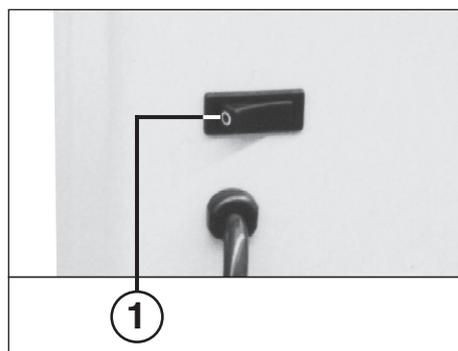
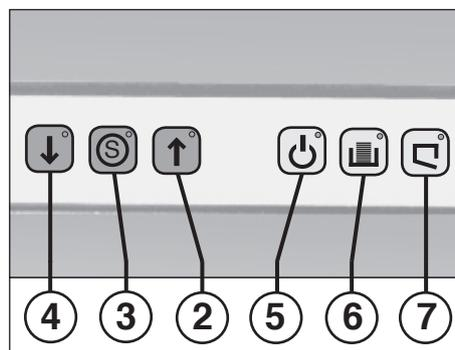

Fig. 1
Fig. 2
## 1 = Vippekontakt „driftsklar“ (fig. 1)
## 2 = Tast „frem“ (fig. 2)
## 3 = Stoptast „S“ (fig. 2)
## 4 = Tast „tilbage“ (fig. 2)
## 5 = Kontrolindikator „driftsklar“ (fig. 2)
## 6 = Kontrolindikator „beholder fyldt“ (fig. 2)
## 7 = Kontrolindikator „dør åben“ (fig. 2)
Maskinen tændes på vippekontakten (1) (fig. 1). Når kontrolindikatoren ”driftsklar” (5) og den røde stoptast ”S” (3) (fig. 2) tænder, er maskinen klar til brug.
Hvis papirbeholderen er fyldt, kobler maskinen fra, og der høres en signaltone. Kontrolindikator (6) (fig. 2) tænder. Papirbeholderen tømmes på følgende måde:
- Døren åbnes. Kontrolindikator (7) (fig. 2) tænder.
- Signaltonen ophører. Kontrolindikator (6) slukker.
- Den tomme pose sættes i, beholderen skydes ind, og døren lukkes. Kontrolindikator (7) slukker.
Husk at slukke for maskinen om natten (tryk på vippekontakt (1) (fig. 1)).
- Stoptasten „S“ (3) (fig. 2) tænder.
- Trykkontakt „tilbage“ (4) (fig. 2) betjenes kortvarigt.
Hvis motoren overbelastes, slukker den automatisk. Sluk for maskinen på vippekontakt (1) (fig. 1).